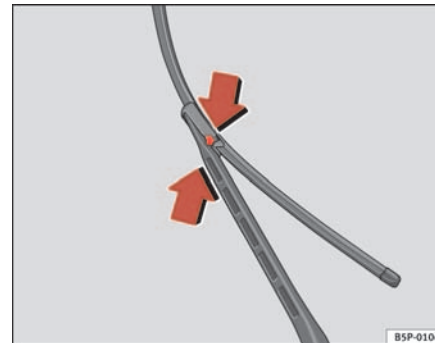

Abb. 159 Scheibenwischerblätter vorne austauschen
- Drücken Sie auf die seitlichen Sperren, und ziehen Sie das Wischerblatt in Pfeilrichtung heraus ⇒ **Seite 218, Abb. 159**